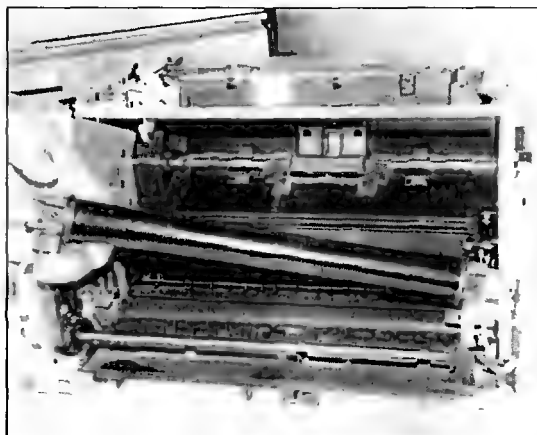

Рис. 5.21
16. Снимают сам узел печки движением вверх и на себя (рис. 5.21).